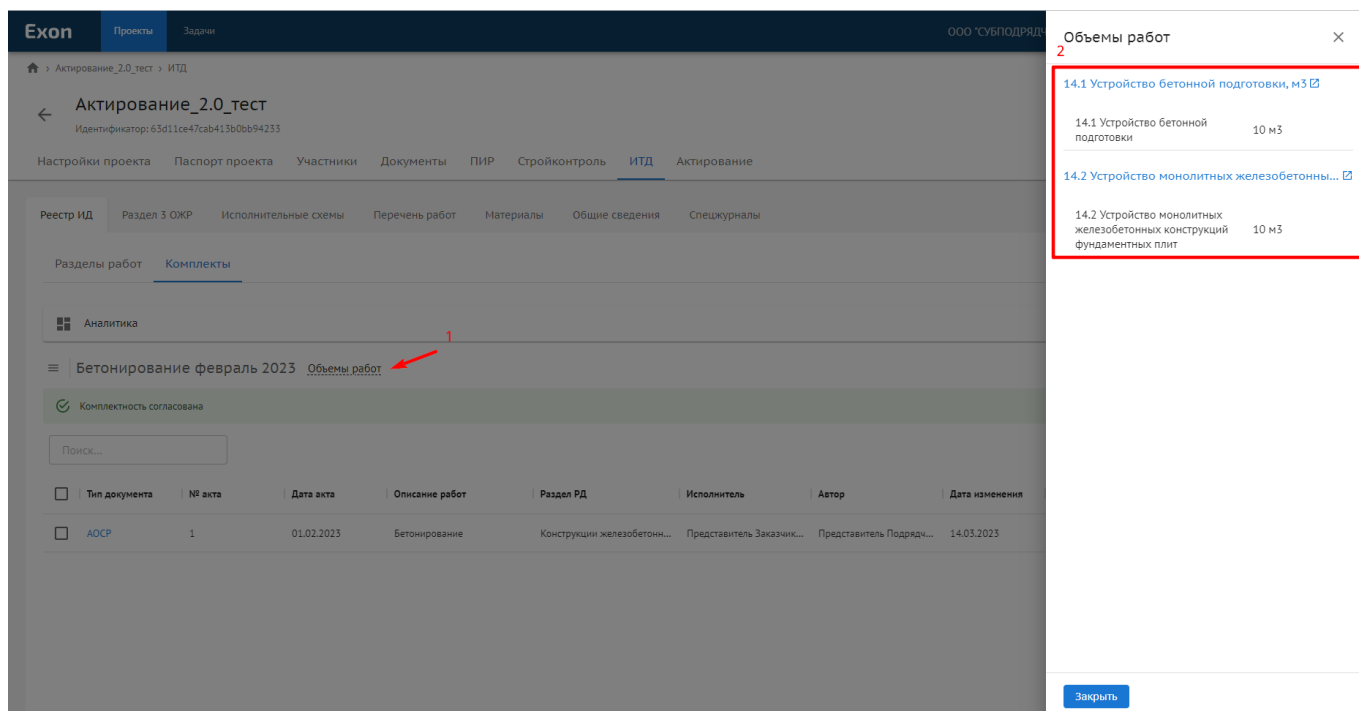

Рис. 28 – Отражение объемов работ
После того как комплекты ИД связаны со строками сметы контракта, в комплекте появится информация об объемах работ (1) и позициях сметы, в которые были внесены изменения (2) (рис. 28).